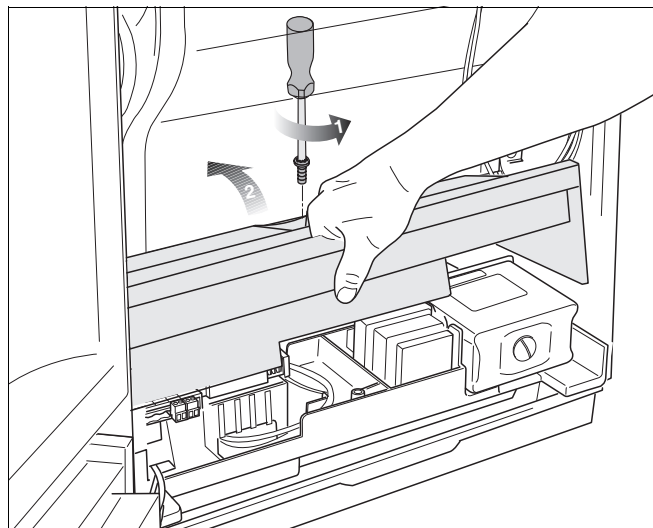

Fig. 24 Opklapning af afdækningen til eltilslutningerne
- Løsn 1 skrue til eltilslutningernes afdækning, og klap afdækningen op (fig. 24).